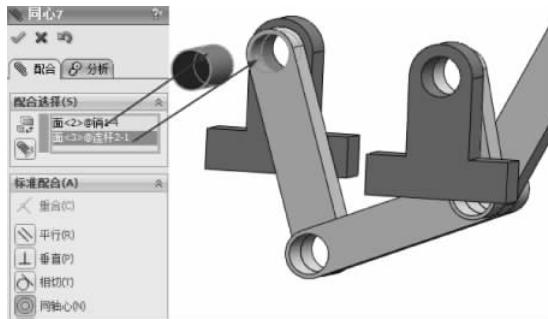

图 3-191 同轴心配合
(23) 单击【装配体】工具栏中的【配合】按钮  ,弹出【配合】的属性设置。选择【标准配合】选项组下的【同轴心】配合类型  ,在【要配合的实体】选择框  中选择如图 3-191 所示的面,其他保持默认,单击【确定】按钮  ,完成同轴心配合。